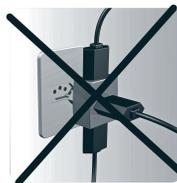

Fig. 4
▶ **Não usar conexão múltipla na mesma tomada do refrigerador, pois poderá provocar uma sobrecarga (Fig.4).**